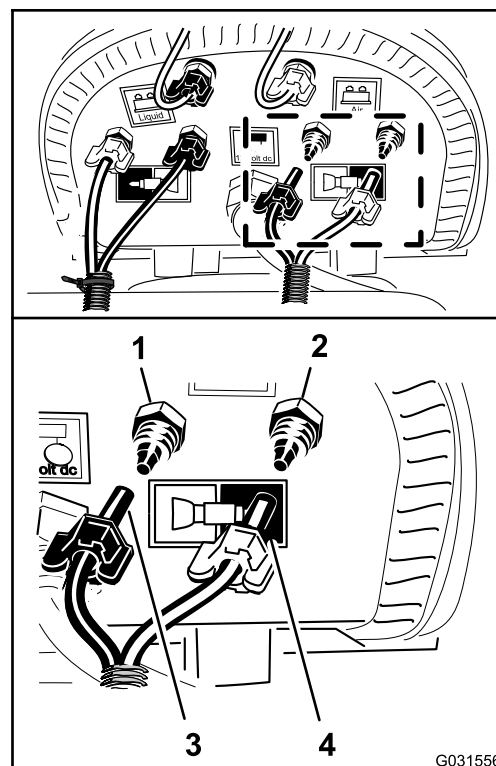

Figura 143
- Conecte el tubo no marcado (sin brida) alineando el tubo azul de la sección de fumigación izquierda en el acoplamiento de compresión del circuito de agua de la sección izquierda (**Figura 143**).
- Ensamble la tuerca de compresión del tubo en el acoplamiento y apriete la tuerca a mano (**Figura 143**).
- Alinee el tubo transparente de la sección de fumigación izquierda con el acoplamiento de compresión del circuito de aire de la sección de fumigación izquierda (**Figura 143**).